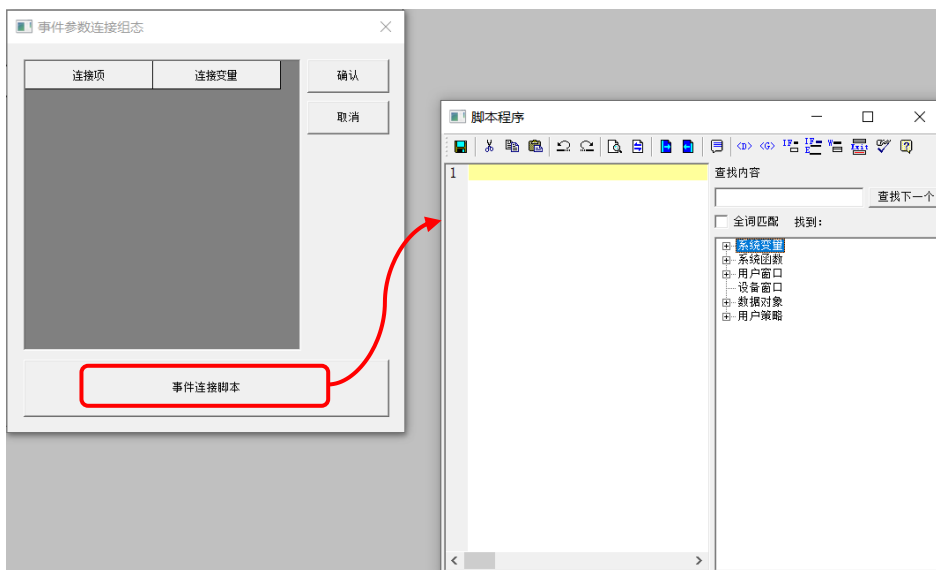

图 3.6-2 Click 事件参数连接组态对话框
- Click-鼠标单击，见图 3.6-2，点击【事件连接脚本】按钮，将出现【脚本程序】编辑器，可以编辑鼠标单击所要连接的脚本。